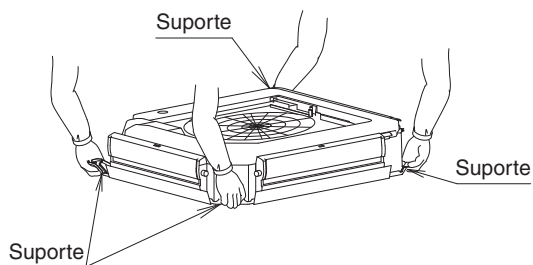

Fig. 9
- Ao transportar a unidade interior, segure-a pelos encaixes de suspensão de metal. **(Consulte a Fig. 9)**